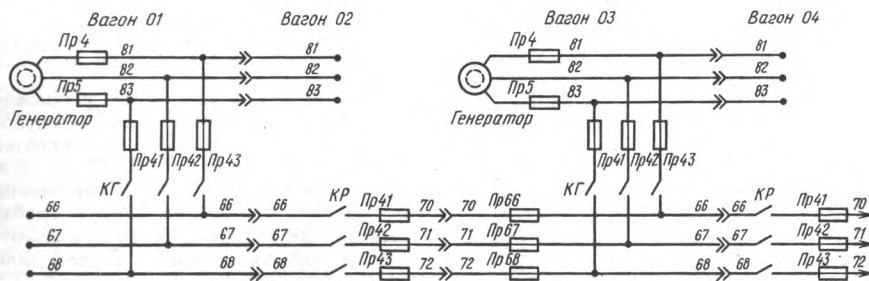

Рис. 1. Схема цепей переменного тока
**Ц**епи переменного тока включают в себя две трехфазные магистрали напряжением 220 В с частотой 50 Гц — основную и резервную. Основная магистраль 81—82—83 является секционной, резервная 66—67—68 — поездной. При нормально работающем преобразователе они соединены между собой контактором генератора КГ (рис. 1).
При отказе преобразователя (генератора) на неисправной секции автоматически отключается контактор КГ и включается контактор КР. На рис. 1 видно, что в этом случае на неисправной секции резервная магистраль запитывается от генератора соседней секции. На секции, где отказал генератор, будет действовать освещение вагонов, отопление печей, система тяги, отопление кабины машиниста. Не будут работать компрессор, калориферное отопление, электрическое торможение.